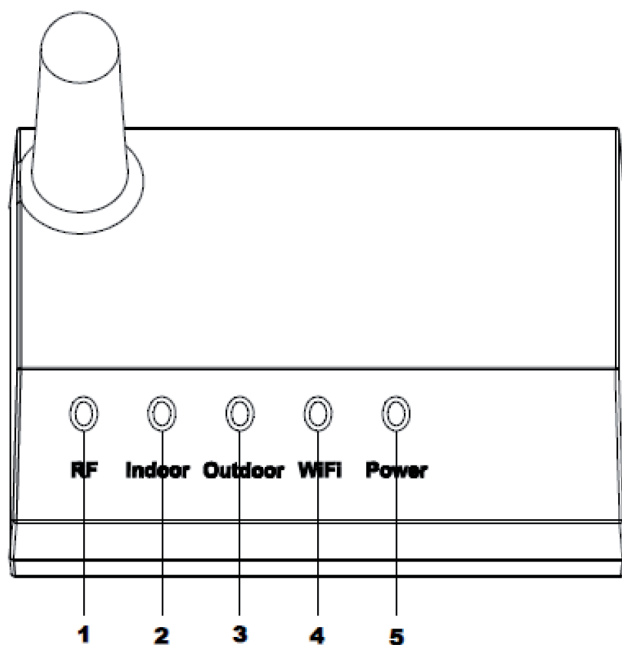

Abbildung 13
- Verbinden Sie den Stromanschluss des Empfängers mit dem im Lieferumfang enthaltenen Netzstromadapter. Die Einschaltanzeige (siehe Abbildung 13, Nr. 5) leuchtet auf.
- Die WLAN-Anzeige (siehe Abbildung 13, Nr. 4) blinkt schnell auf, wodurch angezeigt wird, dass das WIFI noch nicht mit einem Router verbunden wurde.
- Wenn die Synchronisation erfolgreich war, leuchten die blaue Innenraum-LED (siehe Abbildung 13, Nr. 2) und die blaue Außenbereich-LED (siehe Abbildung 13, Nr. 3) auf.
- Die RF-LED (Abbildung 13, Nr.1) blinkt mehrmals auf, wenn ein RF-Signal empfangen wird. Sollte sie nicht aufblinken und kein RF-Signal empfangen werden, sollen Sie den Empfänger/ Sensor zurücksetzen oder neu starten.